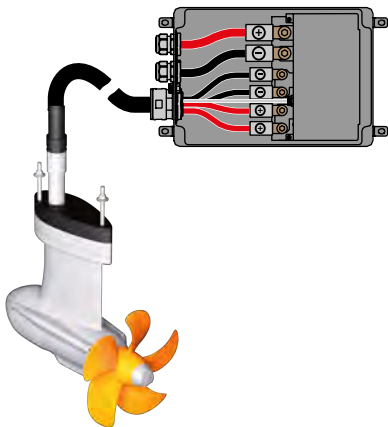

Fig. 12: Kabeldragning elektronikbox
1. Lossa skruvarna (1) på elektronikboxen för att kunna öppna den.
4. Anslut batterikablarna till de markerade polerna (röd = + och svart = -; 10 Nm), se "Fig. 12: Kabeldragning elektronikbox".
5. Anslut motorkabeln till anslutningen för motorstyrningen (6).